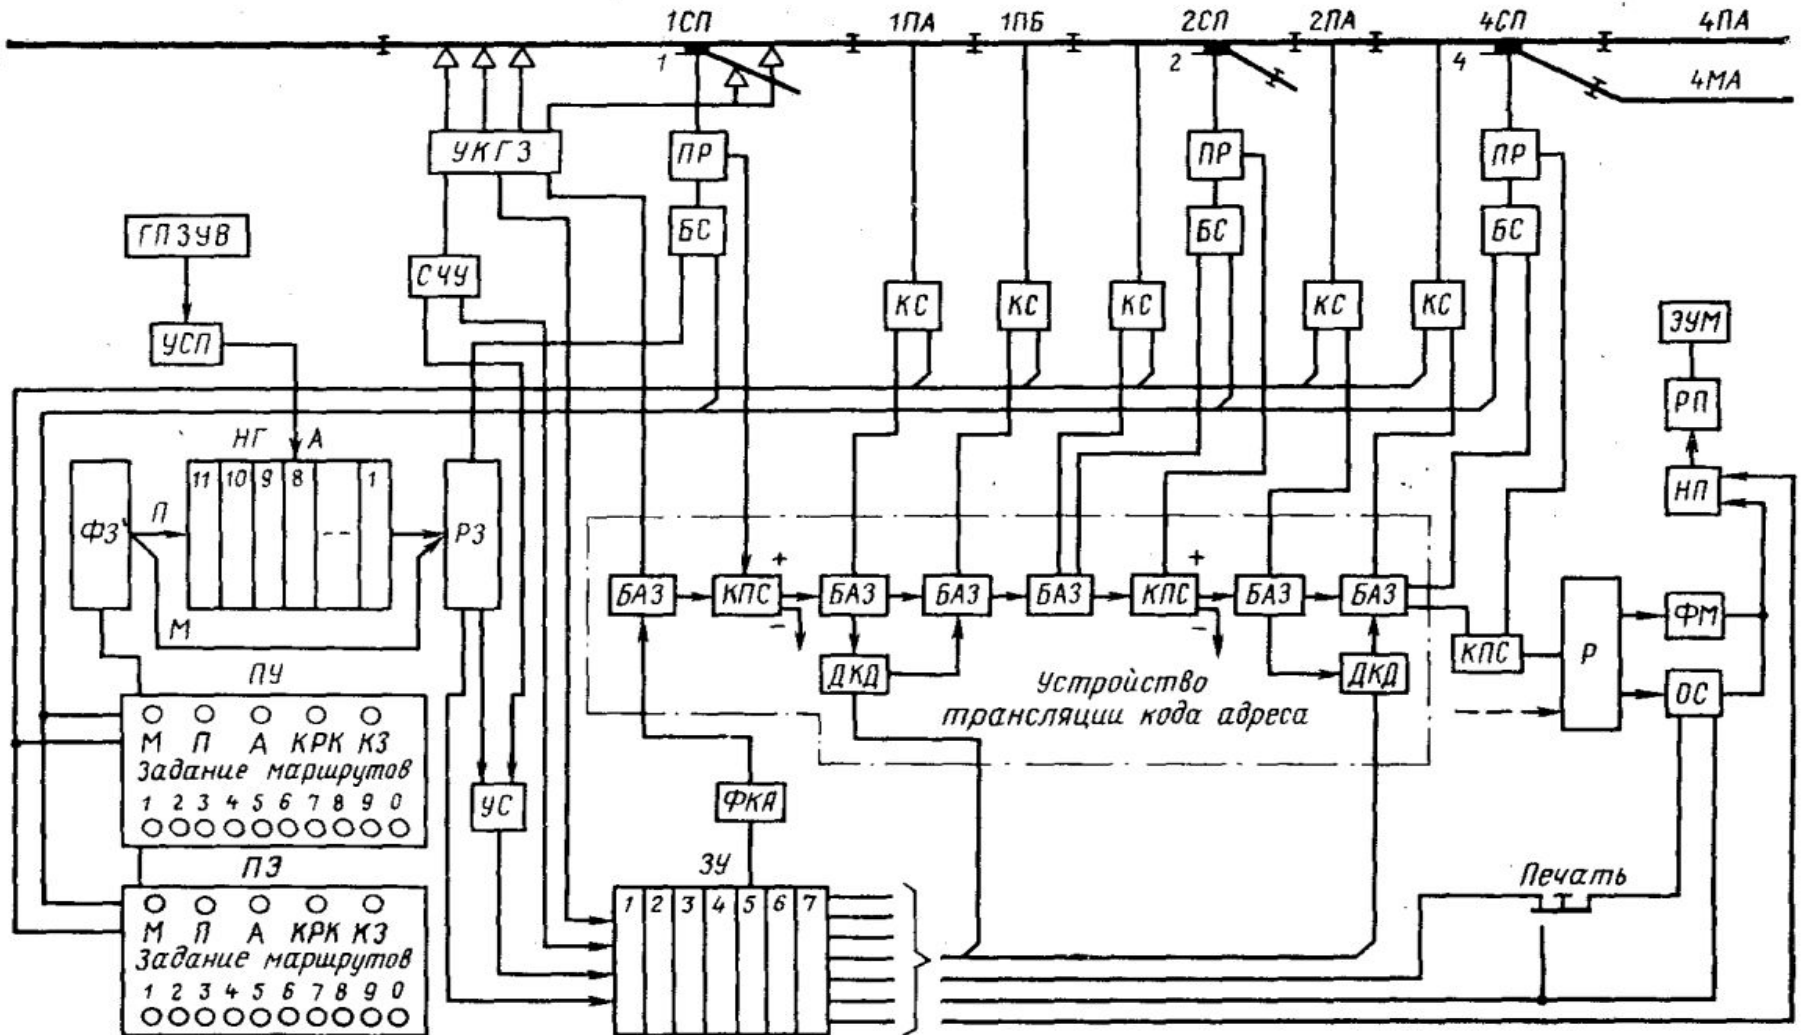

Рис. 10.12. Структурная схема системы ГАЦ-КР
- В автоматичному режимі А завдання розпуску надходить від ГПЗУ-В (рис. 10.12) через пристрій сполучення (сопряжения) УСП у восьму ступінь накопичувана завдань НГ, а після проходження по послідуєчим ступеням накопичувача в реєстр завдання РЗ.